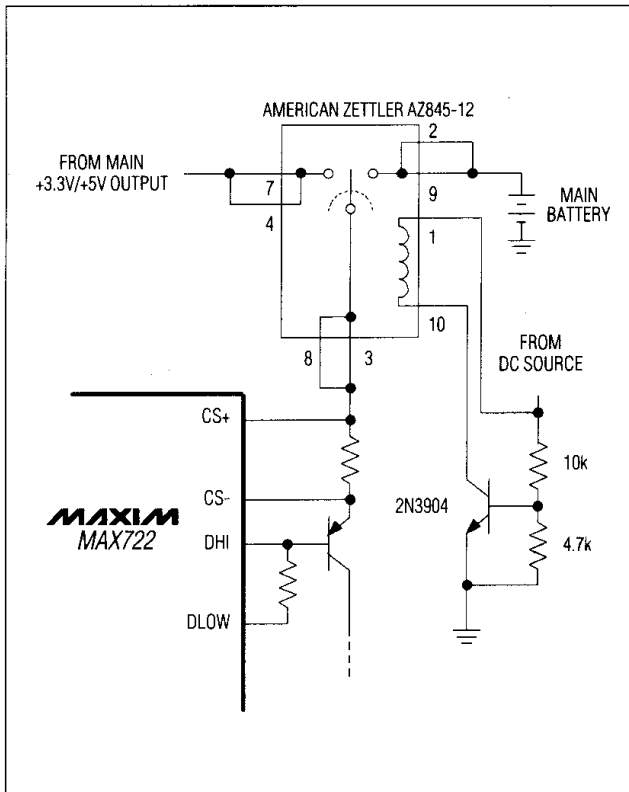
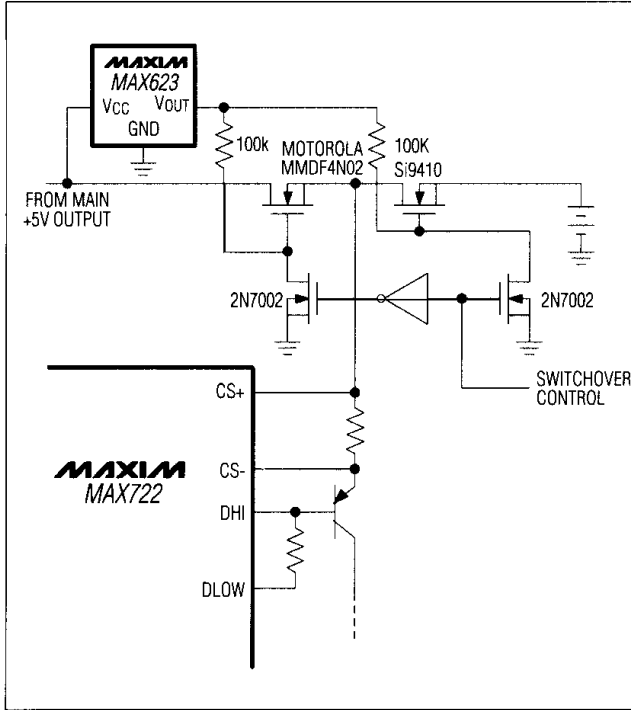

図5. SMTリレー駆動による補助LCD電源
図6. ハイサイドMOSFETスイッチによる補助LCD電源の駆動
2. LCD用電源を、リニアレギュレータモードではメイン出力から供給し、DC電源がオフの時にはバッテリーから供給する。この方法が一番良い総合効率が得られますが、切換えを行うためのリレーまたはMOSFETが必要になります(図5)。多くの場合、バッテリーでは電圧が低いため切換え回路にPチャンネルFETが使用できませんが、ハイサイド電源、例えばMAX623チャージポンプレギュレータ(図6)またはシステムの+12V電源を用いてNチャンネルFETを良好に動作できます。また切換え回路は、AC/DCアダプターのプラグとジャックによるメカ的なスイッチを用いても可能です。